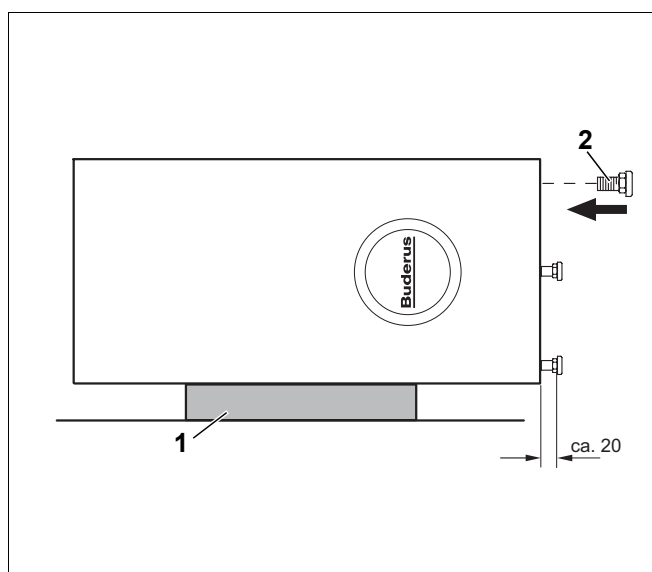

Рис. 5 Установка опорных болтов
- Положить на пол (рис. 5, поз. 1) амортизирующую прокладку.
- Вынуть из нижней амортизирующей прокладки (стиропора) опорные болты M10x30 (рис. 5, поз. 2) и закрутить их в основание бака-водонагревателя.